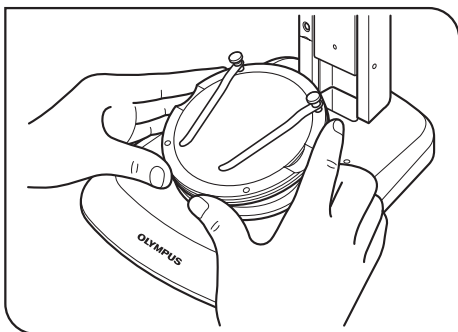

Fig. 22
1. Placera ett prov på korsbordsplattan, håll skålkorsbordet i kanten och luta skålkorsbordet långsamt. (Fig. 22)